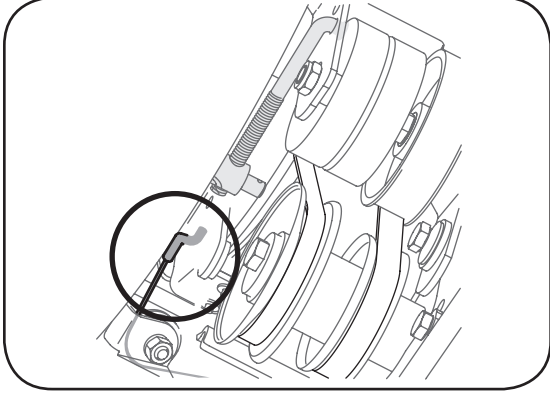

Figure 27
6. Tirez le support du frein vers le gilet de guidage du câble et décrochez le raccord en «Z» du câble de la tarière. Voir la Figure 27.